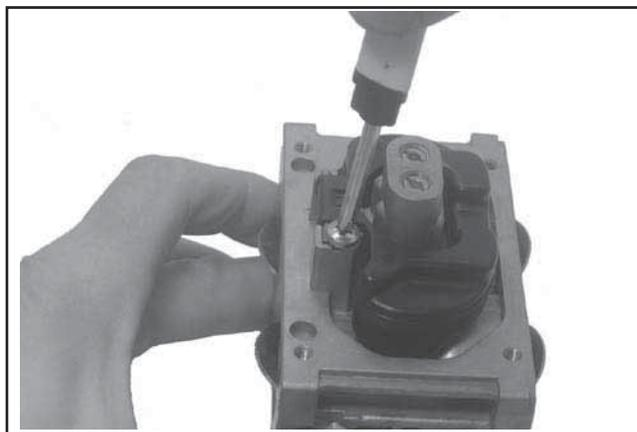

Figure 5-19. Installation du groupe du flotteur.
6. Installer le flotteur et le pointeau d'entrée dans le logement et dans le corps du carburateur. Installer le nouveau goujon à travers la charnière du flotteur et le fixer à l'aide d'une nouvelle vis de retenue. Voir la Figure 5-19.